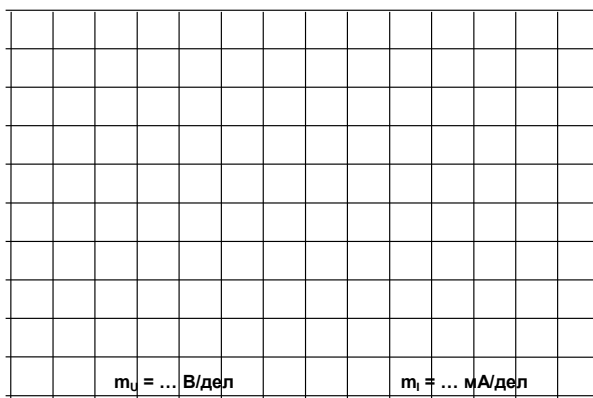

Рисунок 8.17. Векторные диаграммы для каждого случая
- Постройте в одинаковом масштабе векторные диаграммы на рис. 8.17 для каждого из рассмотренных случаев.